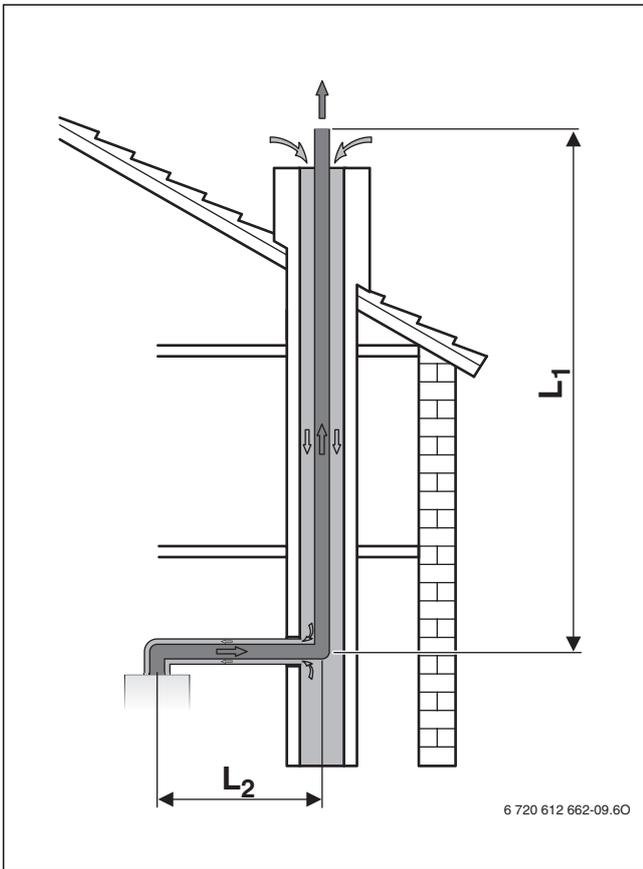

Рис. 11 Труба отвода дымовых газов в шахте по C_{93(x)}
- Если воздух для горения проходит по шахте в противоположном к потоку дымовых газов направлению (→ рис. 11), шахту нужно чистить.